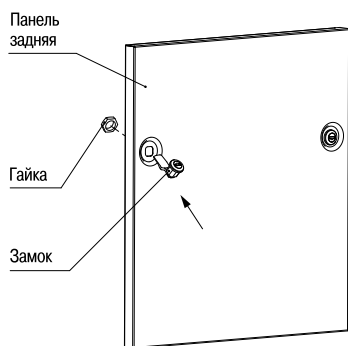

Рисунок 8
3.2.1 Извлеките из второго места панель заднюю. Вставьте в отверстие панели замок, предварительно скрутив с него гайку. Проверьте правильность установки замка. При правильной установке язычок замка в положении «закрыто» перпендикулярен длинной стороне панели. Закрепите замок на двери гайкой (рисунок 8).